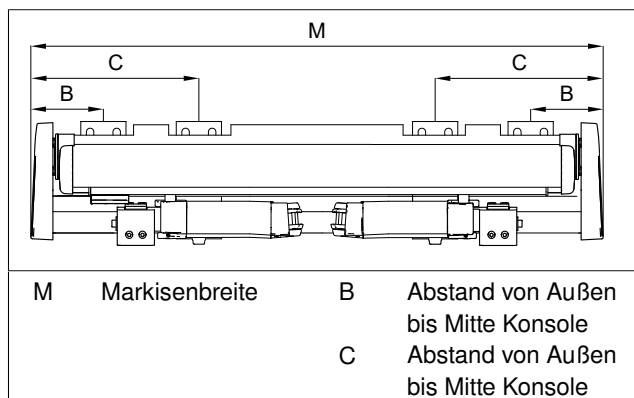

Abb. 2: Konsolenposition Gelenkarm-Markise G60
- Position der Konsolen auf den Montageuntergrund übertragen (siehe Abb. 2/Seite 5)! Auf Höhengleichheit und gleiche Ausrichtung achten.
- Position der Schwerter für Dachsparrenmontage auf den Montageuntergrund übertragen (siehe Abb. 2/Seite 5)! Auf Höhengleichheit achten.